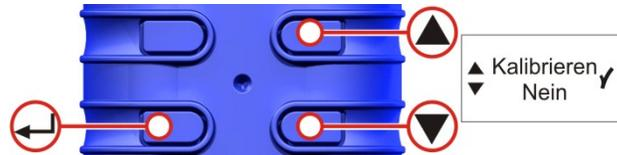

Abbildung 22 Kalibrieranzeige
H. KALIBRIEREN JA / NEIN (automatische Kalibrierung / nur für Tuff Plus und Pro) (Abb. 22)